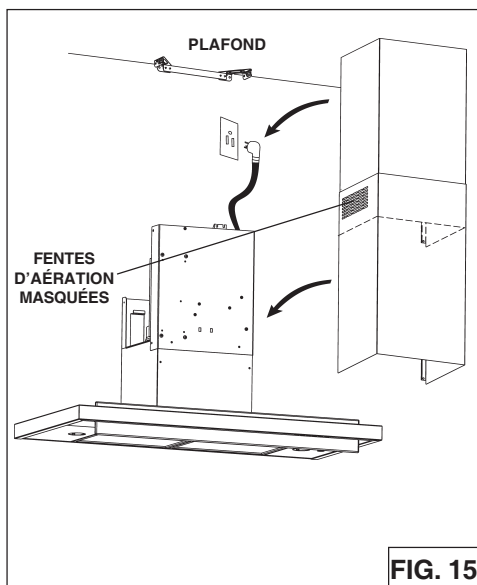

FIG. 15
5. Branchez le cordon électrique dans la prise de courant (Fig.15).